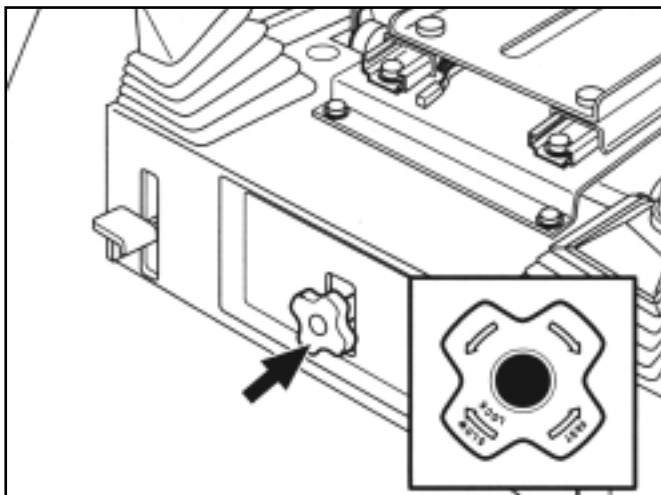

FIG. 66 / ABB. 66 / FIG. 66
La vitesse de la descente peut être réglée avec le papillon (Fig. 66).
En cas de dysfonctionnement, tournez le papillon de contrôle (5) (Fig. 66) dans le sens des aiguilles d'une montre pour diminuer la vitesse. La sensibilité diminuera également en baissant le point d'attache de la tige supérieure.
Die Absenkgeschwindigkeit kann über das Regelventil-Handrad (Abb. 66) reguliert werden.
Bei ungleichmäßiger Tiefe das Regelventilhandrad (5) gemäß Abb. 66 im Uhrzeigersinn in Richtung SLOW drehen. Wird die Anlenkstange in die untere Bohrung der Halterung eingesetzt, wird die Zugempfindlichkeit ebenso herabgesetzt.
**Om te beginnen werken** - Lijn tractor en werktuig uit in het veld en breng de hendel voor de positierегeling (1) naar voren (in de richting van DOWN) terwijl u de tractor voorwaarts stuurt en u het werktuig naar beneden brengt. Stel de hendel voor de trekkrachtregeling (2) in totdat de juiste werkdiepte bereikt is.
**Wanneer u draait** - Breng de hendel voor de positierегeling (1) naar achteren (in de richting van UP) om het werktuig omhoog te tillen en u toe te laten te draaien. Breng het werktuig terug in de oorspronkelijke stand door middel van de hendel voor de positierегeling en de ingestelde regelknopjes.
**Om het werk te beëindigen en met de tractor over de weg te rijden** - Breng de hendel voor de positierегeling (1) volledig naar achteren. U kunt de daalsnelheid van het werktuig instellen met behulp van de regelknop voor de daalsnelheid (Fig.66).
Als er zich een verkeerde werking voordoet, draait u het best de regelknop voor de daalsnelheid (5) in Fig.66 in de richting van de wijzers van de klok om de werking te vertragen. De trekkrachtgevoeligheid neemt ook af wanneer u het bevestigingspunt van de bovenste verbinding naar beneden brengt.